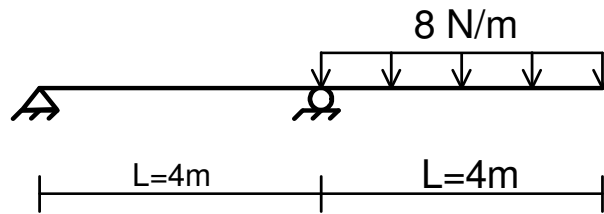

Figure 2
2. Consider the beam illustrated in Figure 2.
2. Pour la poutre illustrée à la Fig.2,